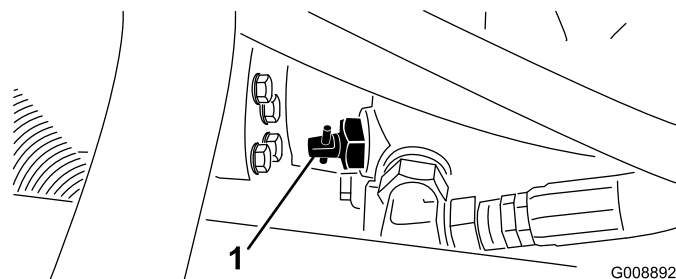

Figura 28
1. Localice la válvula de desvío en la bomba (Figura 28) y gírela 90°.